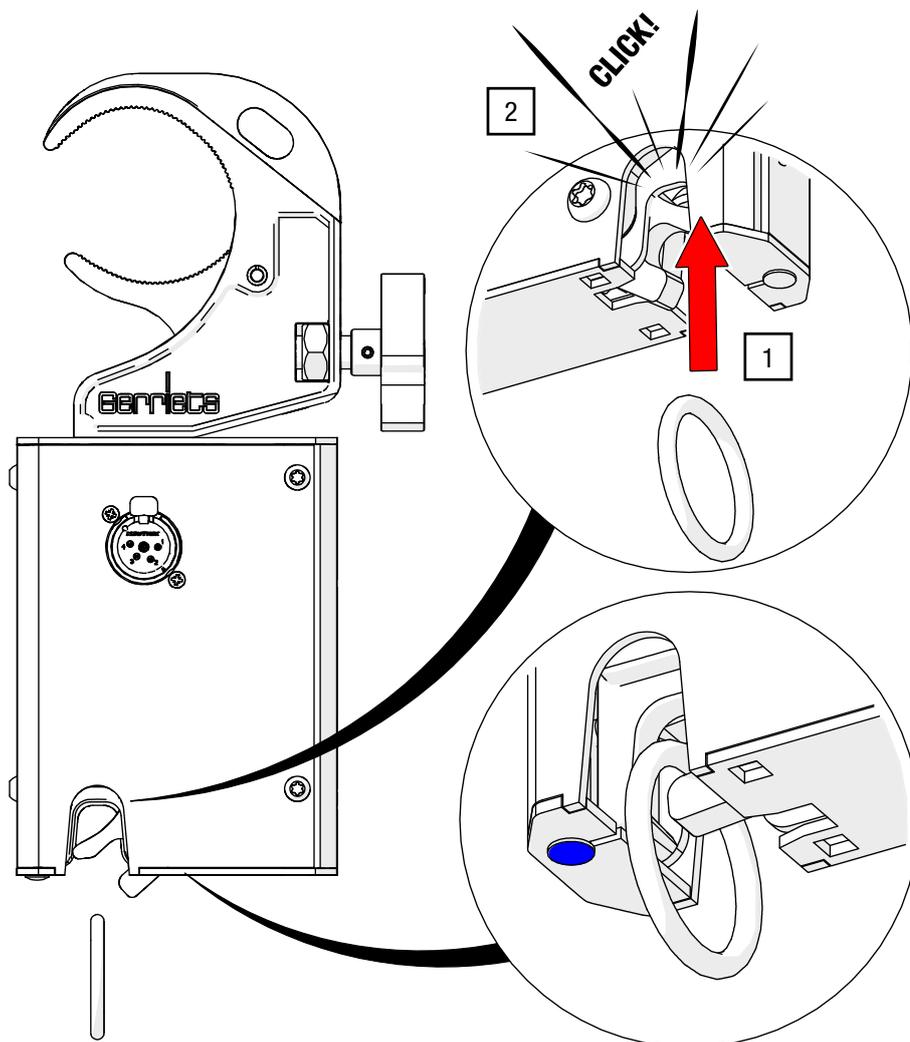

Abb. 31: Drehschloss mit Anschlagmittel verbinden
2. Schieben Sie das Anschlagmittel in den offenen Drehhaken der Auslöseeinheit (siehe Abb. 31).